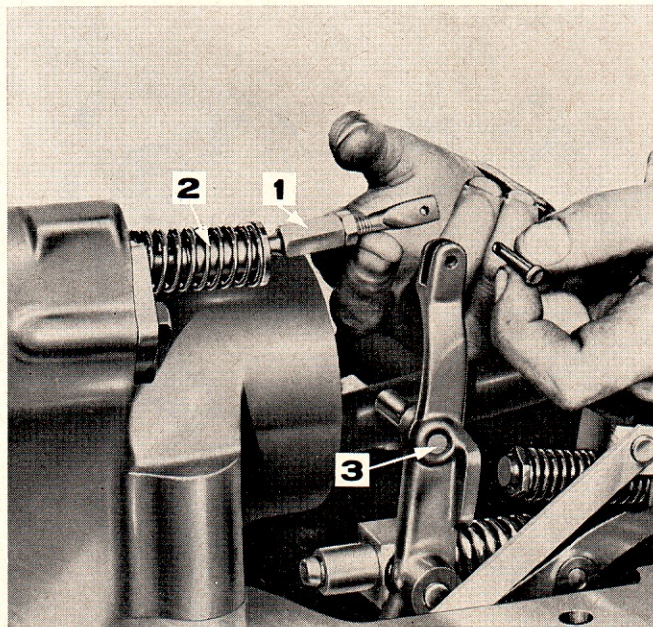

Figure 19: Dépose de la biellette de réglage du tiroir de commande
3. Extraire la goupille fendue et l'axe assemblant la chape de la biellette de réglage sur le levier de commande du tiroir, et séparer du tiroir de commande la biellette de réglage (Figure 19).